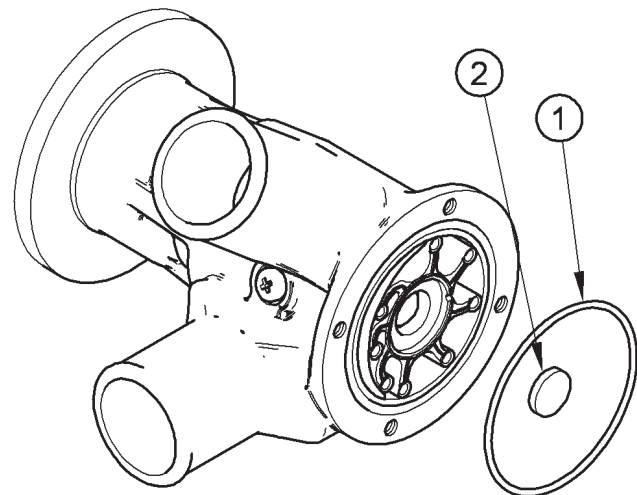
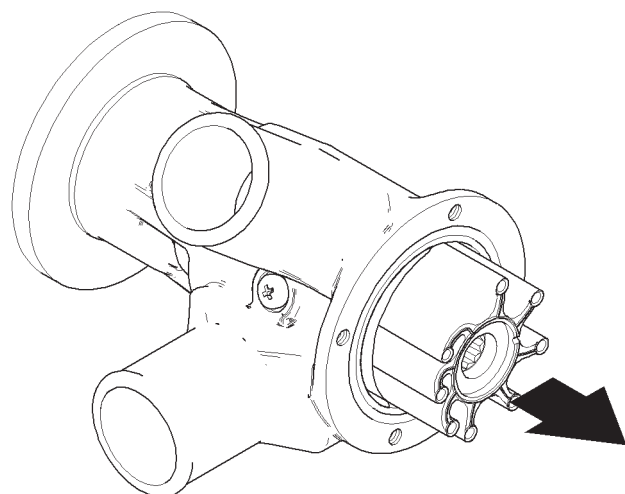

Figure 7
Figure 8
3. Manipulez soigneusement le joint torique d'étanchéité (Figure 7, repère 1).
4. Retirez le bouchon en caoutchouc (Figure 7, repère 2) puis déposez la turbine de l'arbre (Figure 8).